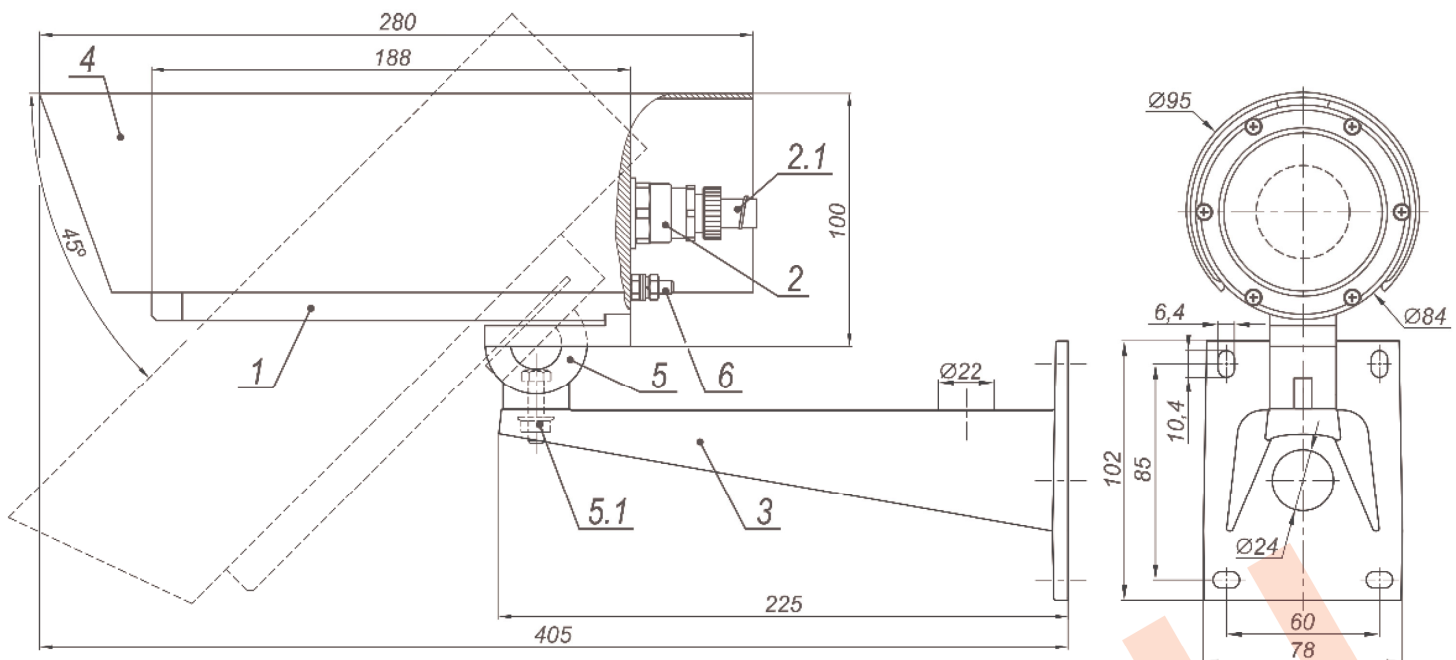

Рисунок 1 – Состав, габаритные и установочные размеры
В состав изделия входят (см. рисунок 1):
7. Ослабив гайку болта фиксации шарнира 5.1 (рисунок 1), установить видеокамеру на нужное направление обзора, после чего надёжно зафиксировать шарнир, затянув гайку.
8. Заземлить видеокамеру с помощью клеммы заземления 6 (рисунок 1).